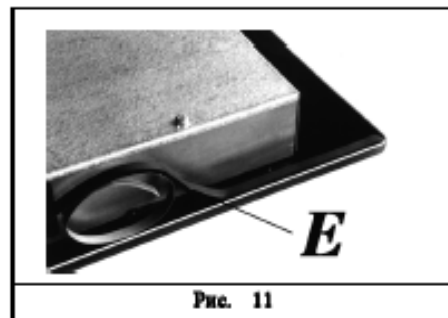

Рис. 11
- Переверните рабочую поверхность и правильно расположите прокладку "E" (рис. 11) под краями
- Подсоединить к подводимому кабелю "С" (см. рис. 13) соответствующую указанной на опознавательной табличке потребляемой мощности вилку, если таковая не предусмотрена в комплекте. Подсоедините провода согласно схеме, указанной на рис. 11, следя за соблюдением нижеприведенных соответствий: